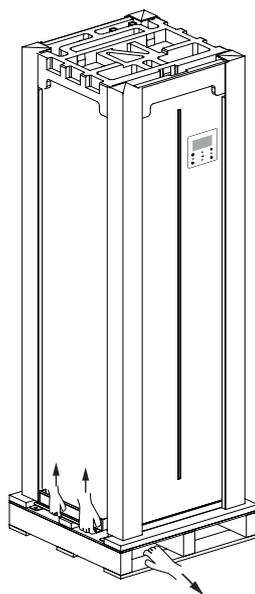

Fig.2-4
- Quatre personnes soulèvent la machine, l'une d'entre elles retire le socle en bois (voir Fig.2-4).